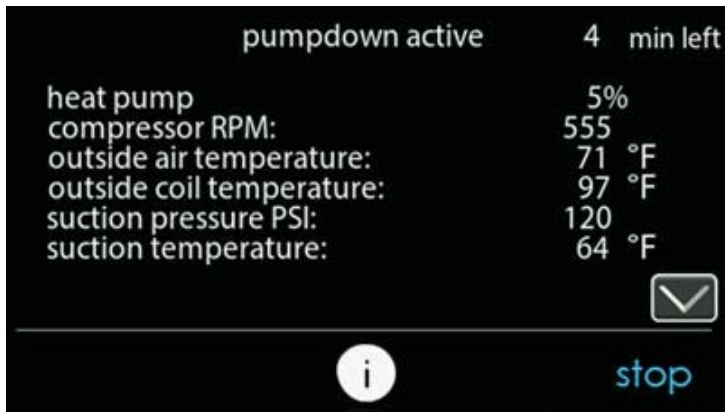

Fig. 23 – Pantalla "Pump Down Status" (Estado de bombeo) A200041
4. Seleccione "Start" (Iniciar) en la IU para iniciar el proceso de bombeo. La unidad empezará a funcionar en el modo seleccionado después de un momento breve y se mostrará una pantalla de estado. Consulte la Fig. 23.